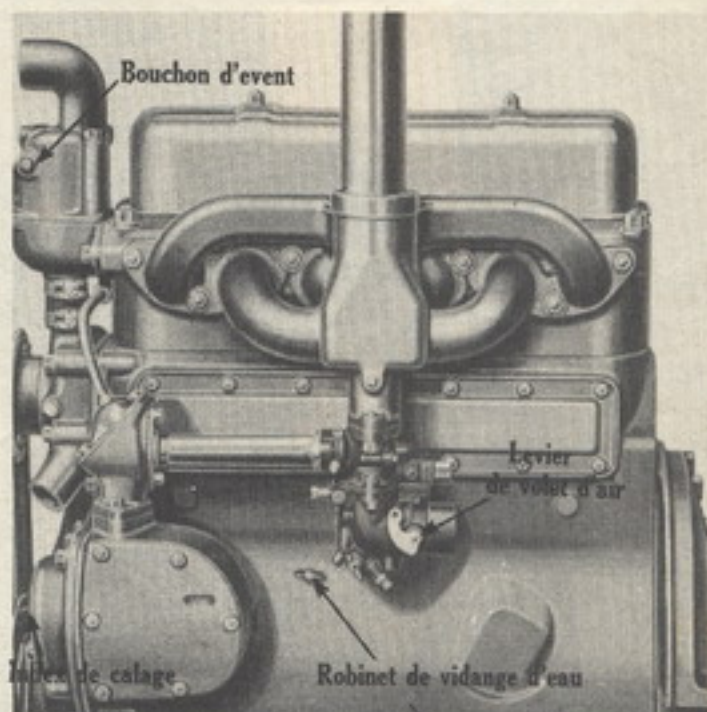

Figure 7
(2) Fermez le volet obturateur d'air du carburateur en tirant de toute sa course le levier de ce volet vers l'arrière du moteur (voir figures 7 et 19).